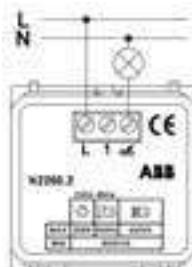
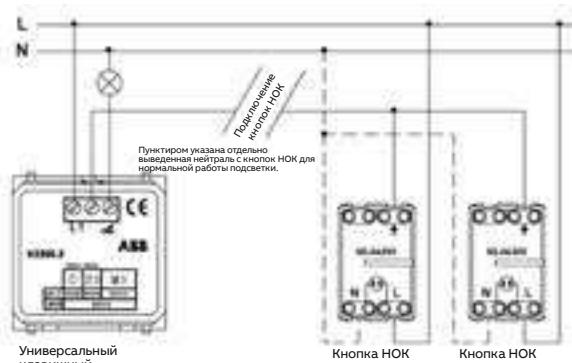

Рис. 1.
Рис. 2. Схема управления с нескольких мест.
При стандартной схеме управления (одна группа света, один светорегулятор), подключение изделия производится по рис. 1.
См. рис. 1.
См. рис. 2.
Подключение кнопок осуществляется обычным цельнотянутым медным проводом к клемме "1" светорегулятора, см. рис. 2.
1. Подключите устройство в соответствии с приведенной схемой. См. рис. 1 и рис. 2.